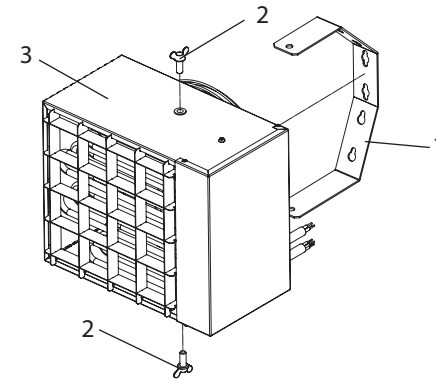

Рис. 4 - Установка кронштейна настенного
Перед подвешиванием на стену (Рис. 4) требуется установить кронштейн настенный (1) на прибор (3) совместив отверстия на корпусе прибора и кронштейне настенном. Для фиксации закрутить по резьбе винты-фиксаторы (2) (2шт.) (входят в комплект поставки).